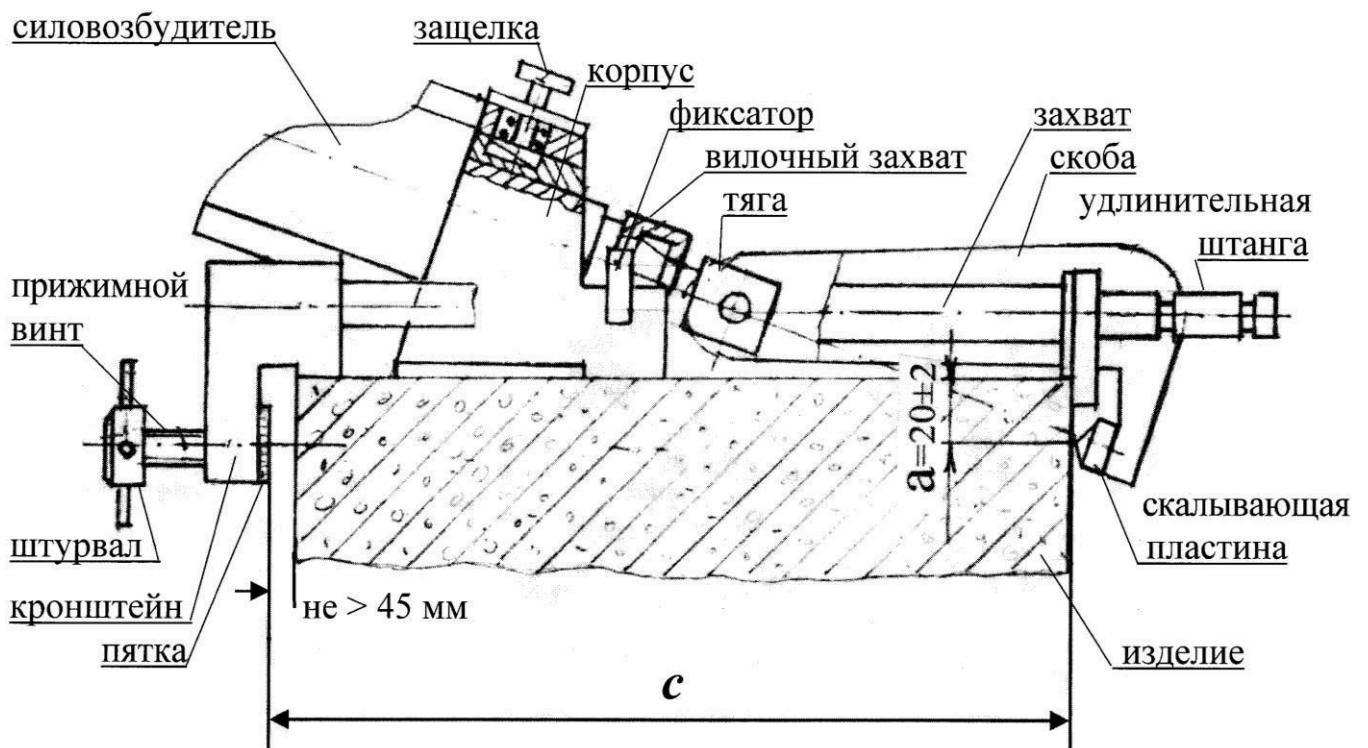

Рисунок 2.2 – Схема испытаний методом скальвания ребра
**2.5.2.4** Установить силовую раму с силовозбудителем на контролируемое изделие (рис.2.2) и, вращая штурвал по часовой стрелке до упора пятки в изделие, закрепить его на изделии.